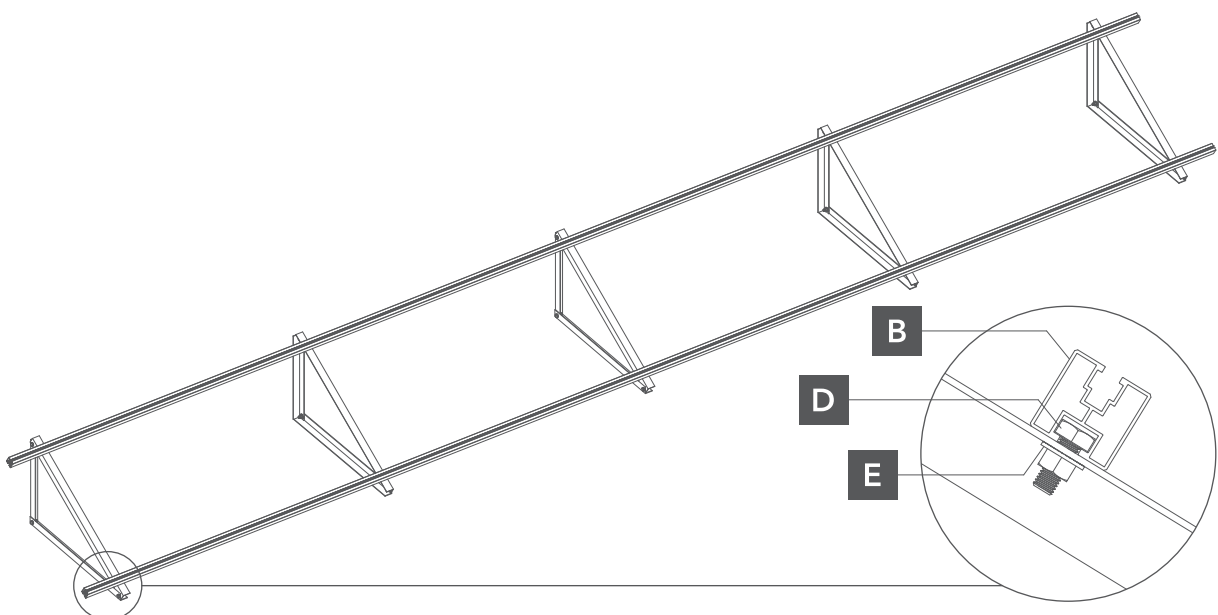

Abb. 3. Befestigung der Schiene am Montagetriangel
- 2 Danach sollten Sie ein Ende der sechseckigen Schiene durch einen der Ecken des Montagetrianguls führen, ausrichten und mit der Muffenmutter festziehen (Abb. 3).